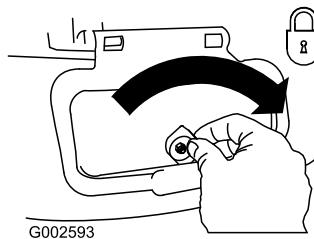

Figura 37
**Importante:** Bloquee la puerta de descarga lateral después de cerrarla (Figura 37).